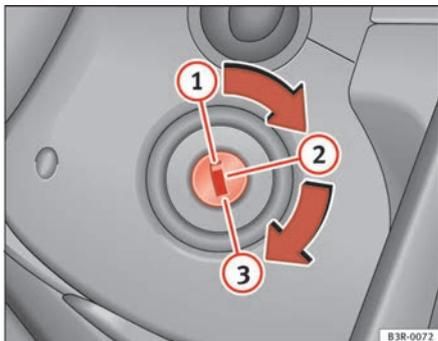

Fig. 148 Positions de la clé de contact
- Amenez la clé de contact en position  ⇒ page 181, fig. 148.